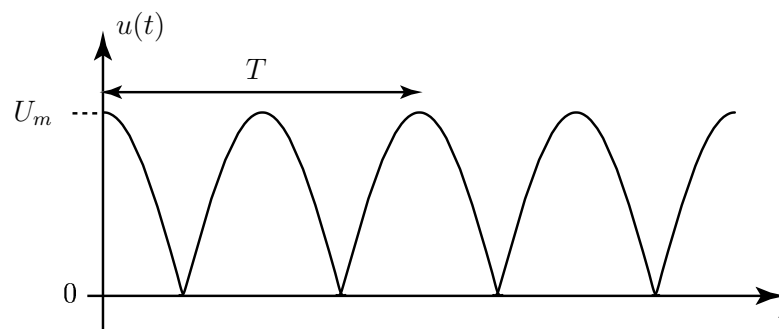

FIGURE 7 – Signal sinusoïdal redressé double-alternance.
- ☞ Montrer que les coefficients de FOURIER du signal sinusoïdal redressé double-alternance représenté figure 7 sont donnés par :
- ☞ Déterminer l'expression de la valeur moyenne U_0 du signal représenté figure 7. Comparer cette valeur avec celle du redressement mono-alternance et expliquer pourquoi on préfère le redressement double-alternance dans la conversion alternatif-continu.